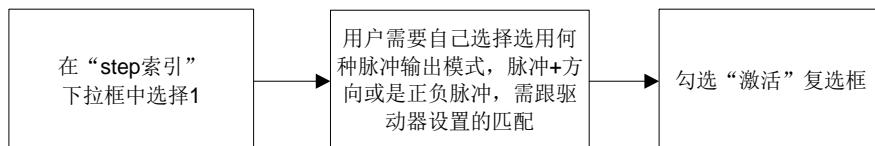

图 4-19 开环模式下 step 配置流程
- (2) 切换至’step’页。开环模式下 step 配置流程如图 4-19 所示。